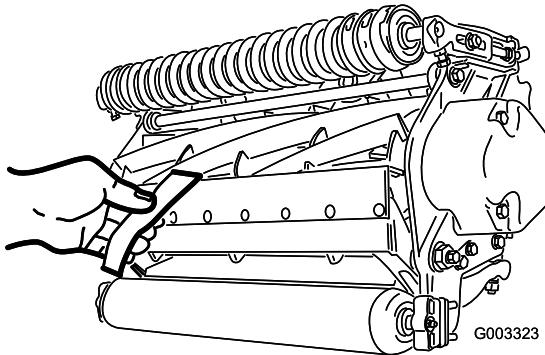

Bild 8
- B. Legen Sie einen langen Streifen des Schnittleistungspapiers (Toro-Bestellnummer 125-5610) senkrecht zur Spindel und dem Untermesser zwischen die Spindel und das Untermesser (**Bild 8**) und drehen die Spindel **langsam** nach vorn; dadurch sollte das Papier zerschnitten werden. Ist dies nicht der Fall, wiederholen Sie die Schritte A und B, bis es klappt.
- Führen Sie einen langen Streifen des Schneidleistungspapiers (Toro Teilenummer 125-5610) senkrecht zum Untermesser (**Bild 8**) zwischen die Spindel und das Untermesser ein, drehen Sie die Spindel dann **langsam** nach vorne. Sie sollte das Papier zerschneiden. Drehen Sie sonst jede Einstellschraube des Untermessers um einen Klick nach rechts und wiederholen Sie diesen Schritt, bis das Papier zerschnitten wird.